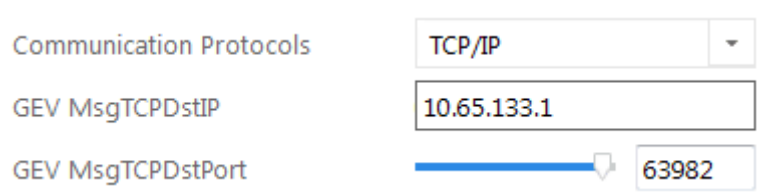

图5-34 TCP/IP 方式
- TCP/IP 方式：通过 TCP/IP 方式传输结果数据，需要设置接收数据 PC 的 IP 以及端口号，传输数据的格式可以在 Result Setting 中进行设置，如图 5-34 所示。具体 Result Setting 的设置请见 5.8 章节。